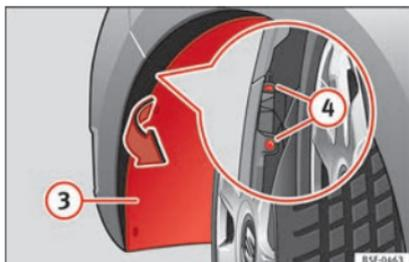

Fig. 215 Faro fendinebbia: accesso al connettore e al portalampade.
- Tirare il passaruota **3** » » » **fig. 215** per accedere alle 2 viti **4** » » » **fig. 215** del paraurti che rimangono nascoste.